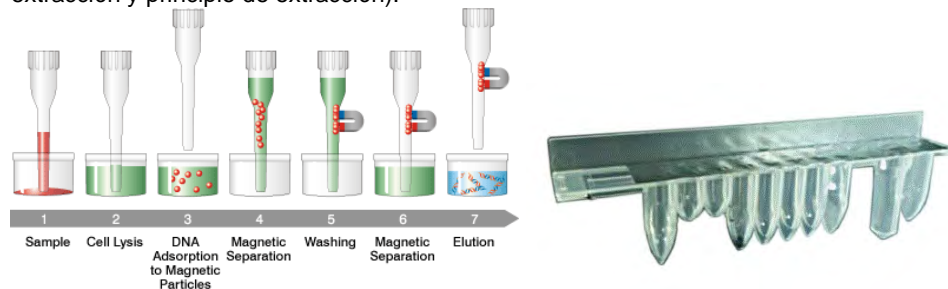

Figura 1-6. ELITE InGenius SP 1000. Cartucho de extracción y principio de extracción
- El juego de reactivos está optimizado para el aislamiento de ácidos nucleicos a partir de muestras con hasta 1 mL (consulte la figura 1-6, ELITE InGenius SP 1000. Cartucho de extracción y principio de extracción).